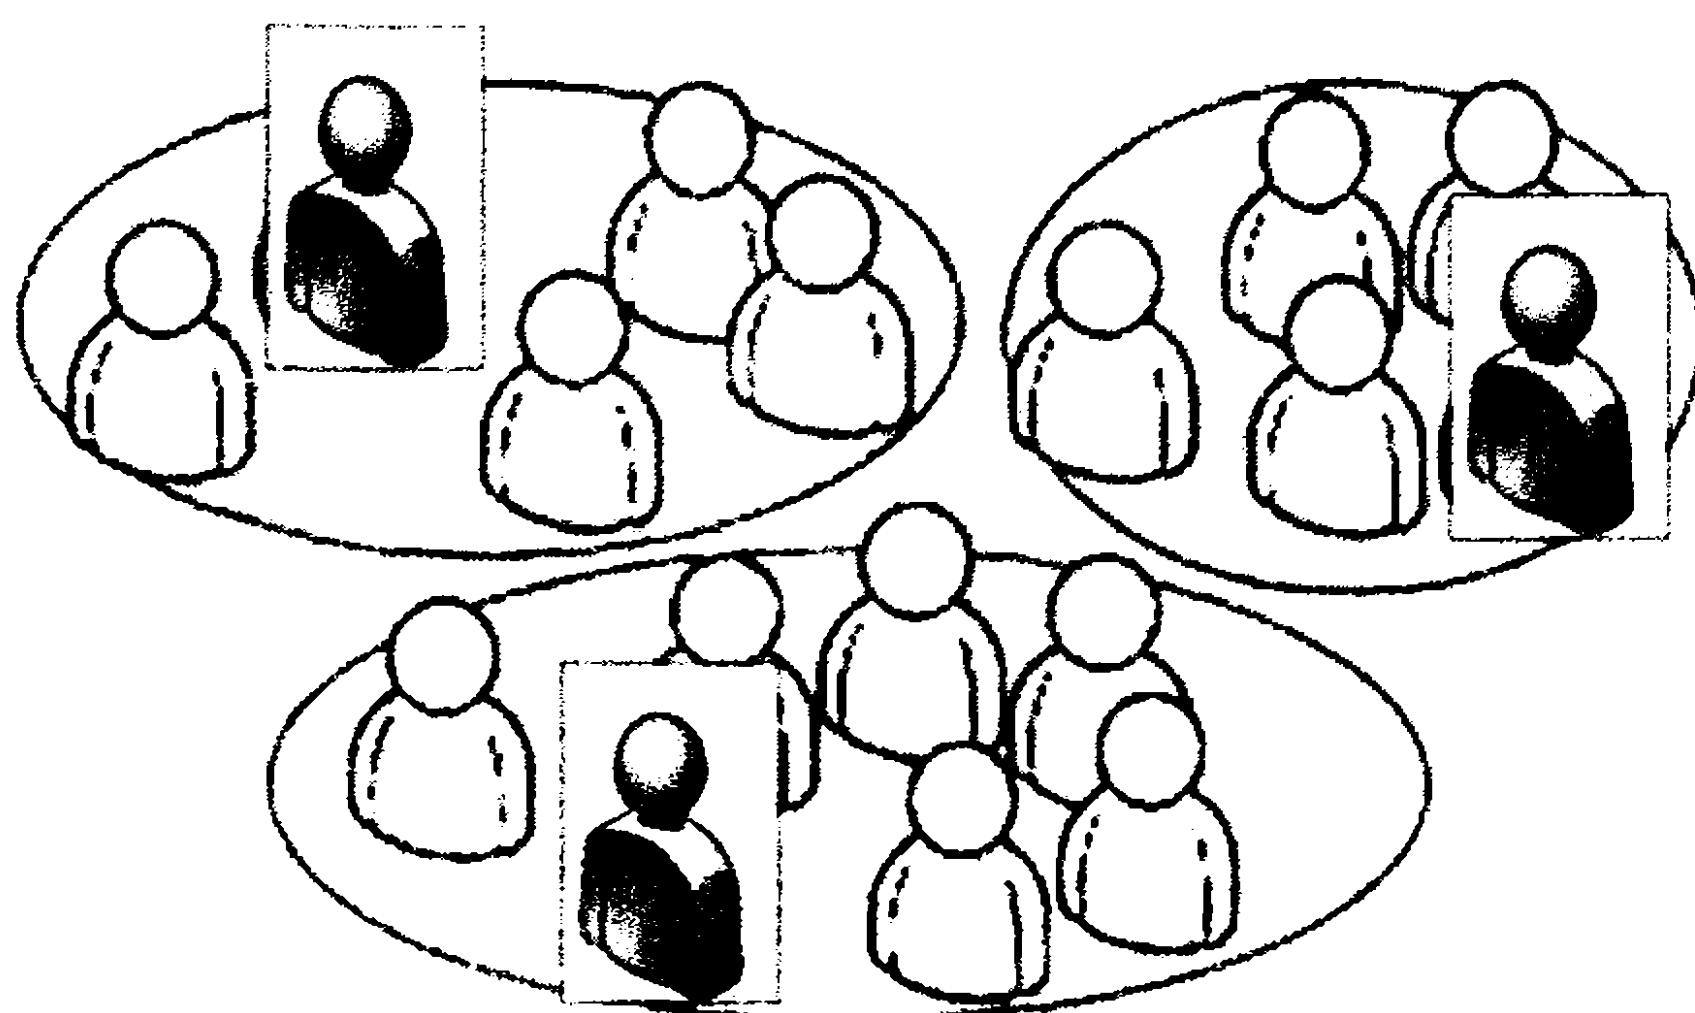

Рис. 2.1. Разбиение организации на команды *Scrum*
1. Необходимо **разделить организацию**, занятую выполнением проекта, на небольшие универсальные, самоорганизующиеся команды, где каждый участник является высококлассным специалистом (рис. 2.1).
2. **Выделить человека** из состава команды (скрам-мастера), который будет отвечать за соблюдение процессов в команде и конструктивную атмосферу (рис. 2.1).